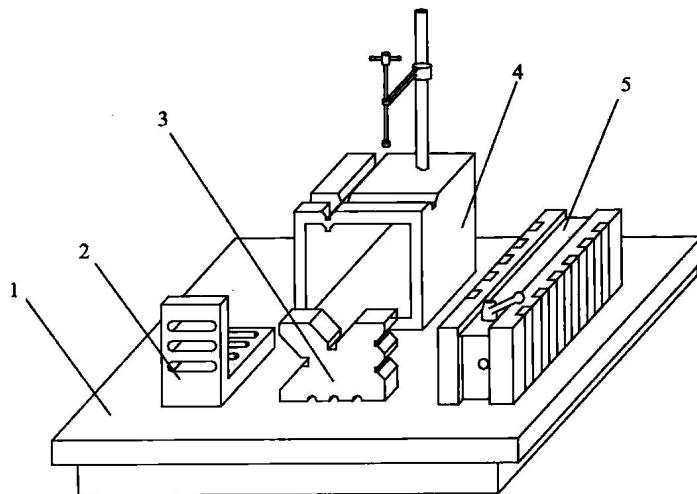

图 1.2-2 基准工具示意图
(1) 基准工具(如图 1.2-2 所示)。常用的有划线平板、直角铁、方箱、磁性吸盘、V 形架等。